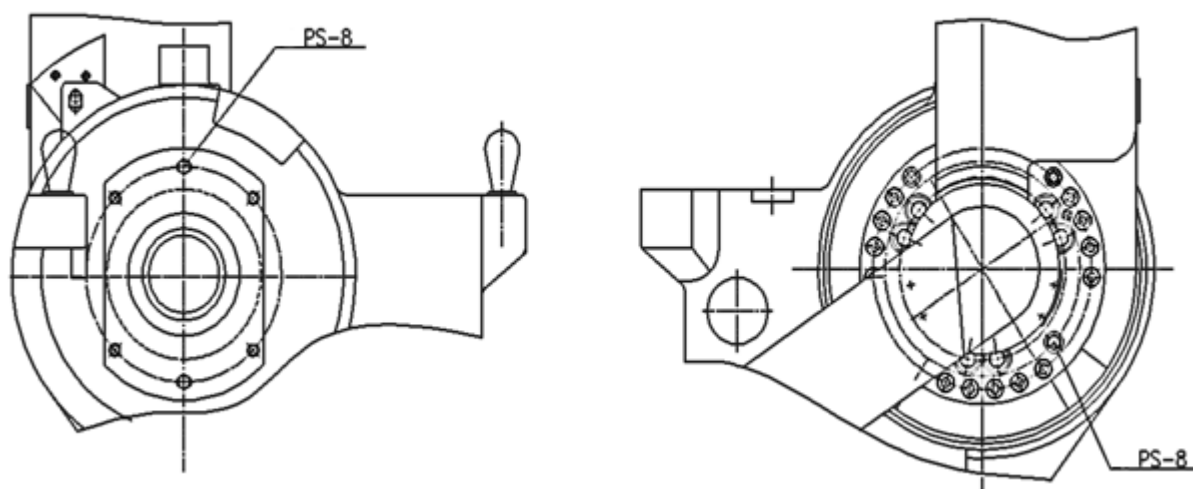

图 12 J2 轴减速机局部结构
(1) 油脂补充步骤（参考 图 12）
- ④ 安装排油口堵塞前，运动 J2 轴几分钟，使多余的油脂从排油口排出；
- ⑤ 用布擦净从排油口排出的多余的油脂，在排油口安装堵塞。堵塞的螺纹处要缠生胶带并用扳手拧紧。
(2) 油脂更换步骤（参考 图 12）